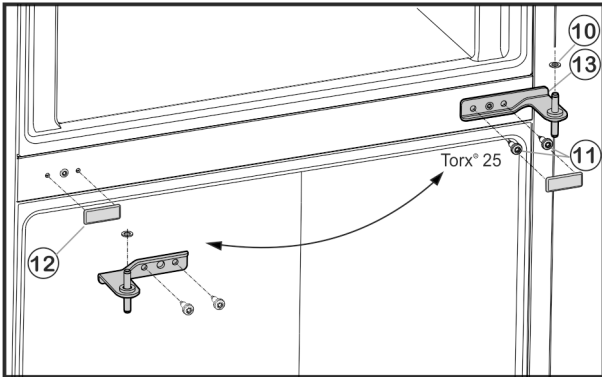

Fig. 6
- ▶ Bevestigingsbouten *Fig. 6 (11)* losschroeven (2 maal Torx® 25) en het middelste scharnierblok uit de onderste deur trekken.
- ▶ Kunststof ring *Fig. 6 (10)* verwijderen.
- ▶ Afdekking *Fig. 6 (12)* voorzichtig wegtrekken.
- ▶ Afdekking *Fig. 6 (12)* terugplaatsen op de andere zijde.
- ▶ Middelste scharnierblok *Fig. 6 (13)* 180° gedraaid in de onderste deur plaatsen en met bevestigingsbouten *Fig. 6 (11)* (2 maal Torx® 25) op de nieuwe scharnierkant **stevig (met 4 Nm)** aandraaien.
- ▶ Kunststof ring *Fig. 6 (10)* weer aanbrengen.
- ▶ Bovenste deur op het middelste scharnierblok *Fig. 6 (13)* plaatsen.